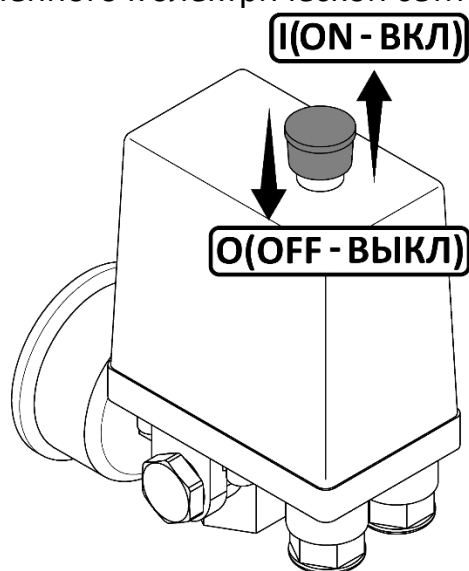

Рисунок 4
- Проверьте, чтобы выключатель на реле давления находился в выключенном положении "O" (рисунок 4).
- Включите компрессор выключателем на реле давления и сразу же выключите. Для этого необходимо переключить выключатель в положение "I" (рисунок 4). Кнопка выключателя имеет фиксированные положения.
- Переключите выключатель на маностате в положение "О" или "OFF", в зависимости от исполнения (см. рисунок 4).